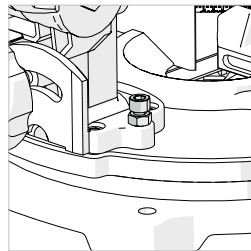

Abb. 11
- Drehen Sie die Schraube nach Bedarf mit einem Sechskantschlüssel nach innen oder außen. **(Abb. 11)**